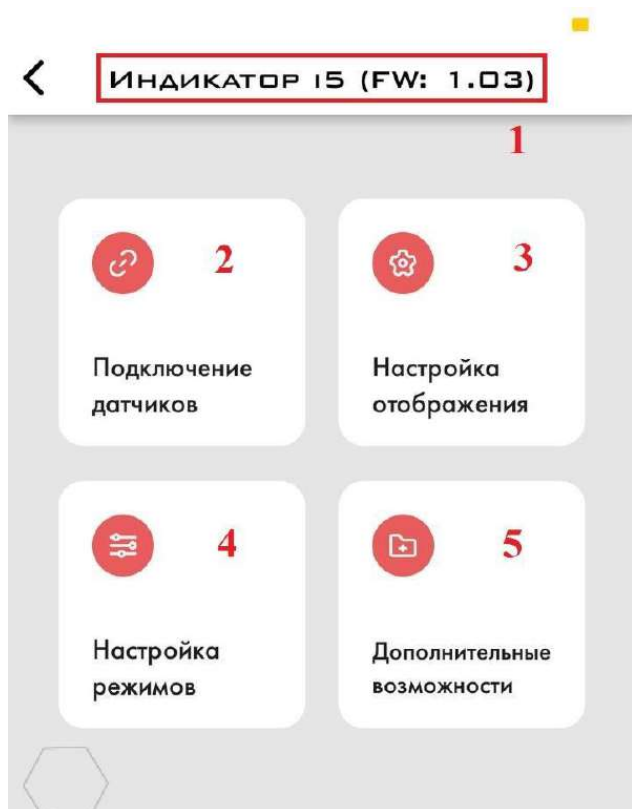
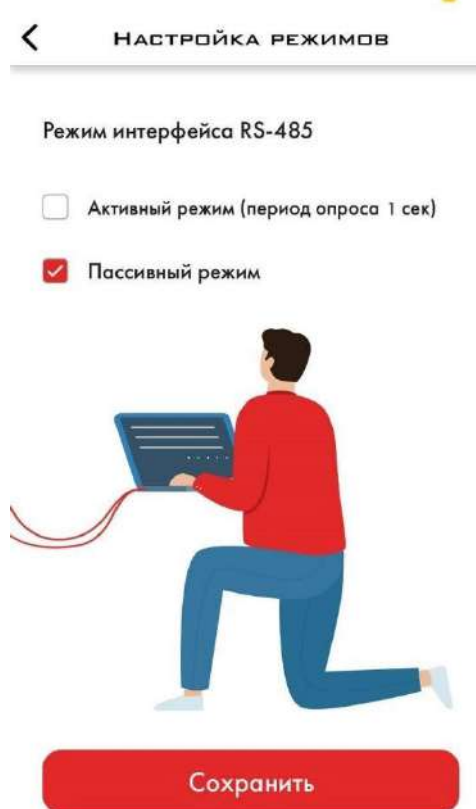

Рис. 40 Настройка режимов (4)
Рис. 41 Режимы RS-485: Стандартные настройки
2.6.6 Если индикатор И-5 подключен «между» проводным датчиком(ами) и GPS-трекером/шлюзом или другим совместимым устройством, его режим работы должен быть пассивным. Для его выбора откройте настройки режима (Рис. 40, 4). Пассивный режим выбран по умолчанию. Если это было изменено ранее, выберите **Пассивный режим** и нажмите **Сохранить**, чтобы применить изменение (Рис. 41).